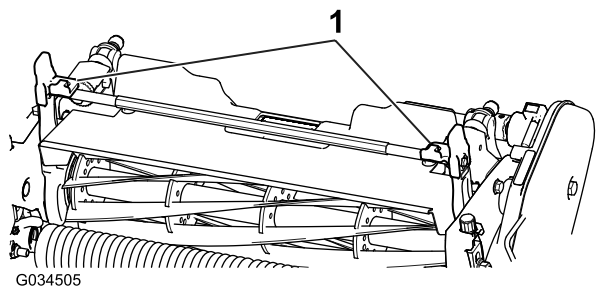
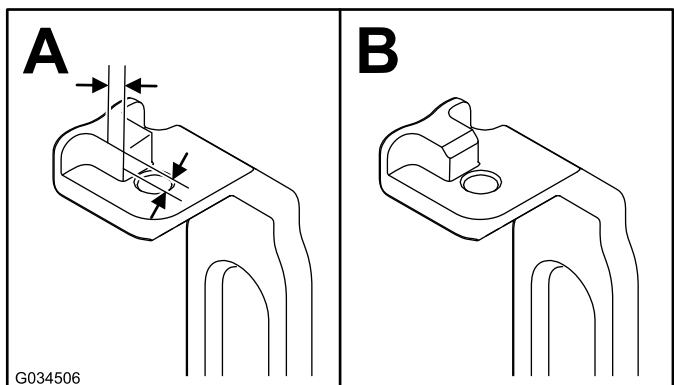

图3
图4
2. 找到两个旋转臂 图3 如图4 所示在凸耳上测量出 2mm 对棱角进行打磨。